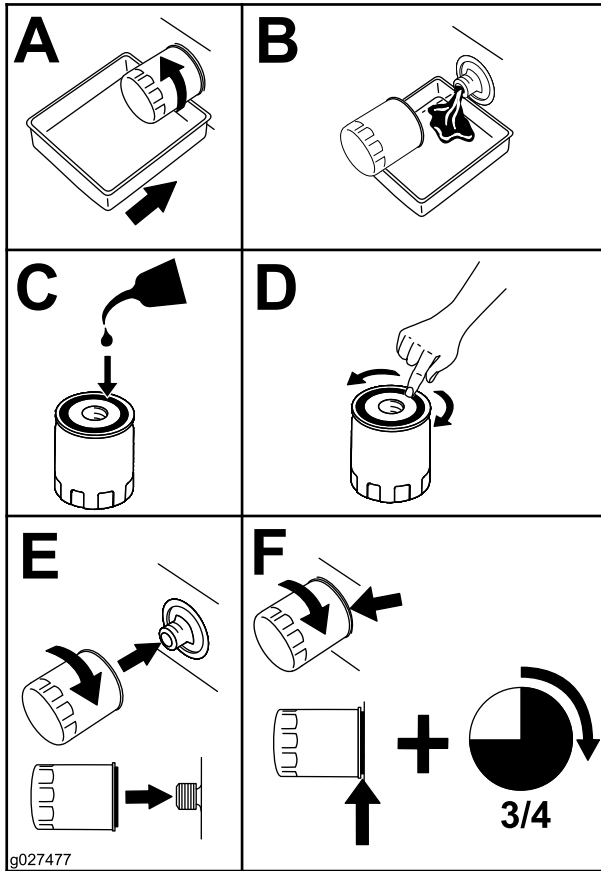

Figura 34
2. Troque o filtro de óleo do motor (Figura 34).